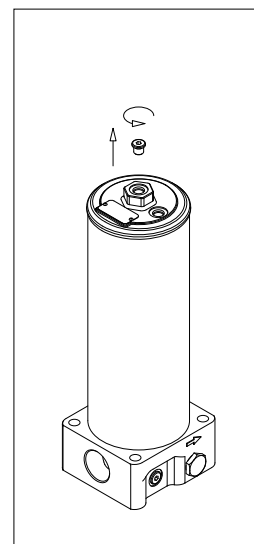

fig. 10
- (Fig. 10) Svitare il tappo di sfiato del lato pulito (situato al centro dell'esagono). A regime di bassa pressione, far fuoriuscire l'aria dall'impianto finché il fluido di lavoro non inizia a trafilare dal LATO SPORCO